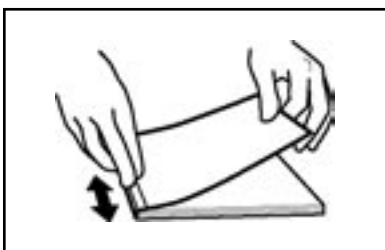

ABBILDUNG 18
11. Drücken Sie das Buch vorsichtig gegen den Rücken. Reiben Sie vor und zurück, wie in Schritt 9 (siehe Abbildung 18).